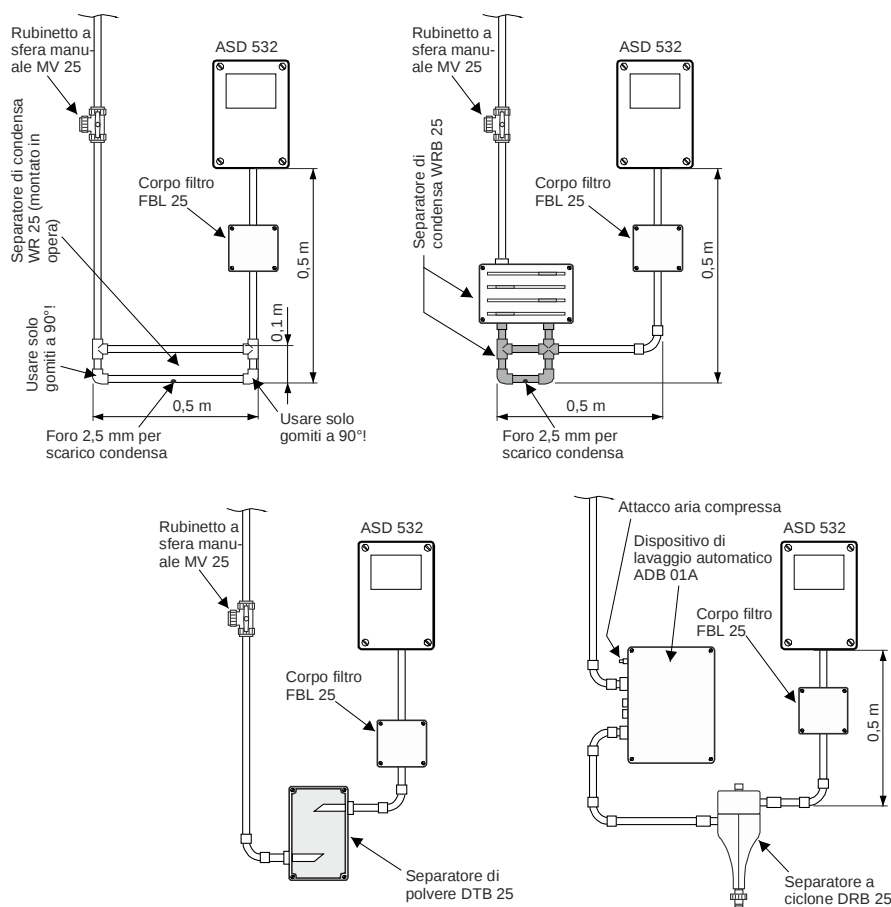

Fig. 29 Montaggio degli accessori
- Le posizioni di montaggio del separatore di condensa, del separatore di polvere e del separatore a ciclone indicate nella Fig. 29 vanno rispettate.